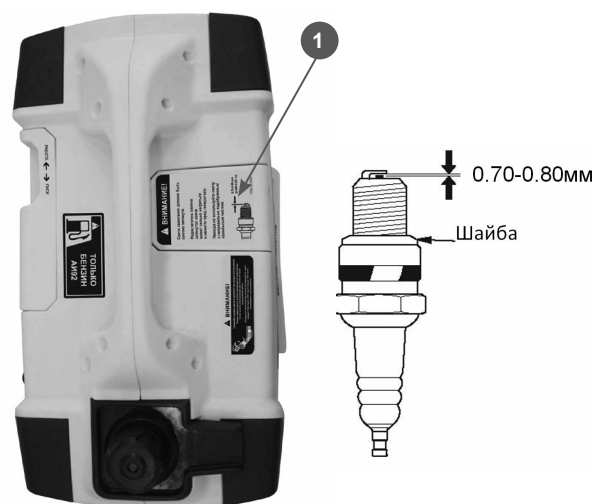

Рис.12
1. Откройте крышку отсека свечи (1) Рис.12